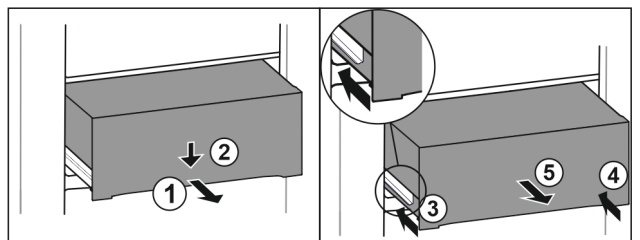

Fig. 77
- ▶ Schubfach halb herausziehen. Fig. 77 (1)
- ▶ Schubfach an der Vorderseite nach unten drücken. Fig. 77 (2)
- ▶ Linke Schiene etwa 2 cm einschieben. Fig. 77 (3)
- ▶ Rechte Schiene etwa 2 cm einschieben. Fig. 77 (4)
- ▶ Schubfach nach vorne entnehmen. Fig. 77 (5)